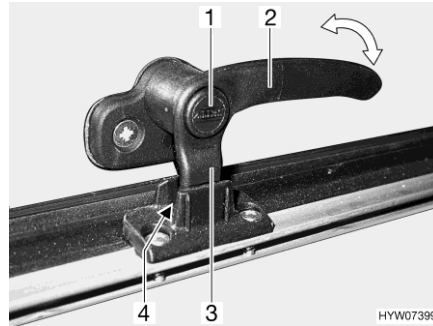
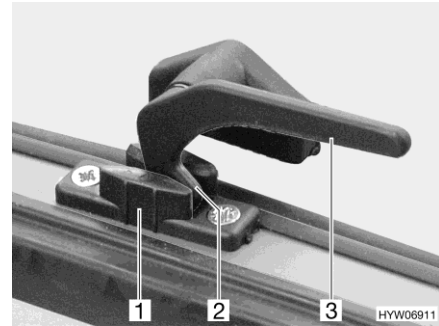

Bild 81 Låsarm med låsknapp i läget "kontinuerlig vädning"
Bild 82 Låsarm i läget "kontinuerlig vädning"
- I läget "kontinuerlig vädning" (Bild 81 och Bild 82)
- Tryck på låsknappen (Bild 81,1) om sådan finns och håll den nedtryckt.
- Sväng låsarmen (Bild 81,2 eller Bild 82,3) ett kvarts varv mot fönstrets mitt.
- Vrid tillbaka låsarmen. Därvid måste låsarmens låsspak (Bild 81,3 eller Bild 82,2) föras in i spåret på fönsterlåsen (Bild 81,4 eller Bild 82,1).
- Släpp låsknappen (Bild 81,1) om sådan finns.